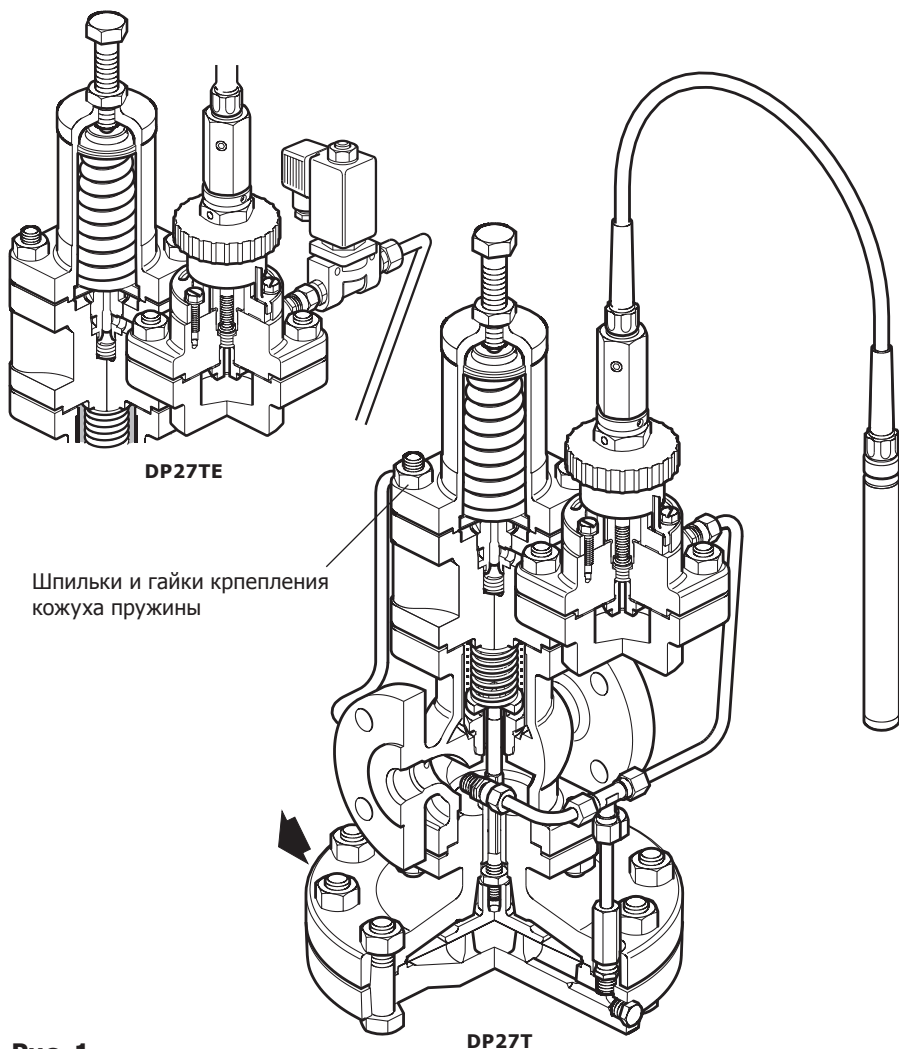

Рис. 1
3.1 Комплект поставки (рис. 1)